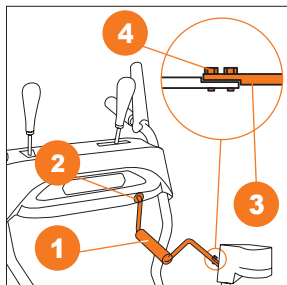

Рис. 14
- Вставьте один конец рукоятки поворота желоба **1** в отверстие **2** на панели оператора (Рис. 14). Для модели **DAST 7565** образца 2021-2022 г выпуска соединение производится при помощи шплинта.
- Соедините второй конец рукоятки с поддерживающей штангой **3** с помощью двух болтов **4** (Рис. 14).